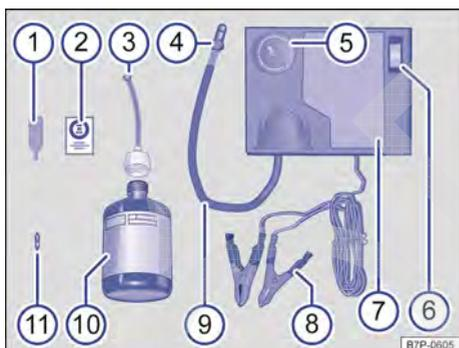

Fig. 286 Representação esquemática: componentes do kit de reparo dos pneus (variante 1).
O kit de reparo dos pneus encontra-se no compartimento de bagagem sob o assoalho do compartimento de bagagem. Ele é composto pelos seguintes componentes → Fig. 286:
12. Colar a etiqueta adesiva → Fig. 286 ② do kit de reparo dos pneus no campo de visão do condutor no painel de instrumentos.
- Com a chave para remoção do elemento da válvula → Fig. 286 ①, desenroscar o elemento da válvula da válvula do pneu e colocá-lo sobre uma superfície limpa.
- Agitar a garrafa para enchimento dos pneus → Fig. 286 ⑩ algumas vezes com força.
- Rosquear a mangueira de enchimento → Fig. 286 ③ com firmeza no sentido horário sobre a garrafa para enchimento dos pneus. A película na tampa é perfurada automaticamente.
- Remover a vedação da tampa da mangueira de enchimento → Fig. 286 ③ e introduzir a extremidade aberta na válvula do pneu.
- Rosquear novamente o elemento da válvula com a chave para remoção do elemento da válvula → Fig. 286 ① na válvula do pneu.
- Rosquear a mangueira de enchimento dos pneus → Fig. 286 ⑨ do compressor de ar com firmeza na válvula do pneu.
- Conectar o compressor de ar com os terminais de 12 V → Fig. 286 ⑧ apenas nos pontos de auxílio à partida no compartimento do motor → Fig. 288. Conectar o terminal vermelho do cabo do compressor no positivo (+) e o terminal preto no negativo (-).
- Ligar o compressor de ar com o interruptor LIGA-DESLIGA → Fig. 286 ⑥.
Reconectar a mangueira de enchimento dos pneus → Fig. 286 ⑤ e ler a pressão dos pneus no manômetro de pressão dos pneus ⑥.